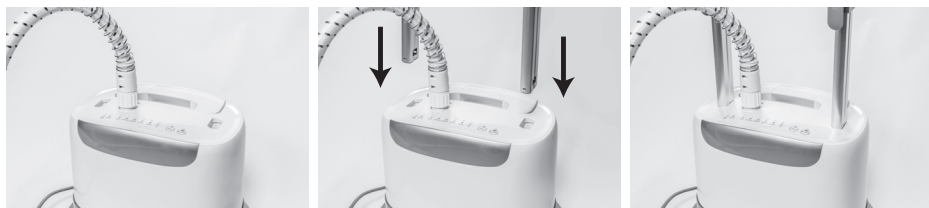

Рис. 1
6.1.1 Вставьте телескопические стойки нижней частью в фиксатор на корпусе прибора (рис. 1).